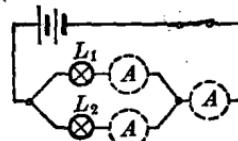

图 73
(4) 參照图 73，把两个小电灯 L_1 和 L_2 組成并联电路。